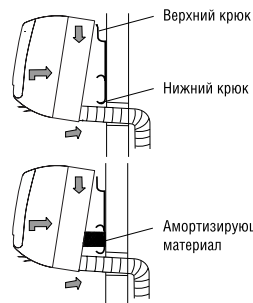

Рис. 8
4. Сдвиньте нижний край внутреннего блока вверх к стене. Затем слегка подвигайте блок вверх-вниз и вправо-влево, чтобы проверить, надежно ли он прикреплен к стене (рис. 8).